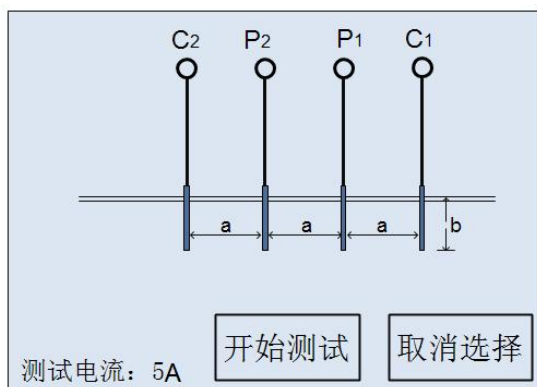

图 4-9
点击主菜单上的“土壤阻率”按钮进入土壤电阻率的测试界面（如图 4-9）；土壤电阻率的测量方法有很多，本仪器所采用的是四电极
测探法。如图 4-9 所示，进行土壤电阻率测量之前，应先对地桩间距 a 和地桩深度 b 两项参数进行设置。测量注意事项：① a 的取值为接地体的埋设深度。 a 一般取 5m，对于基础较深的大楼其基础作为接地体一部分的，则 a 可取 10m。② 四根极棒布设在一条直线上，极棒的间距相等为 a 。③ 极棒与仪器上接线端子的连接顺序不能颠倒。④ 各极棒的打入地下深度不应超过极棒间距的 $1/20$ ⑤ 为避免地下埋设的金属物对测量造成的干扰，在了解地下金属物位置的情况下，可将接地棒排列方向与地下金属物（管道等）走向呈垂直状态。确认接线无误后开始测量，测量完成后自动显示测试结果（如图 4-10）。